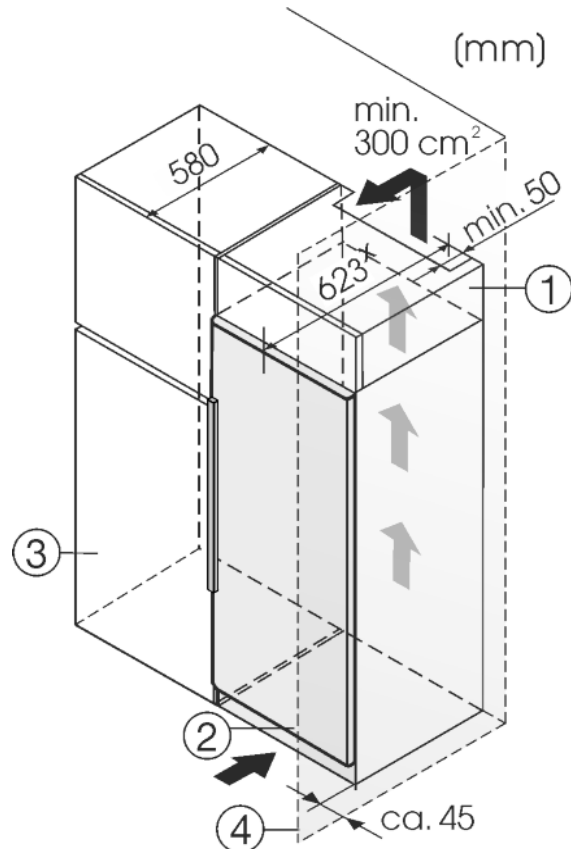

Fig. 9
Пристрій можна комбінувати з кухонними шафами. Для того, щоб пристрій Fig. 9 (2) вирівняти по висоті кухонної секції, на пристрій можна встановити антресолю секцію Fig. 9 (1).
Якщо пристрій встановлюється поряд зі стінкою Fig. 9 (4), відстань між пристроєм та стінкою повинна бути не менше 40 мм. Це відповідає необхідній відстані для ручки після відкривання дверцят.